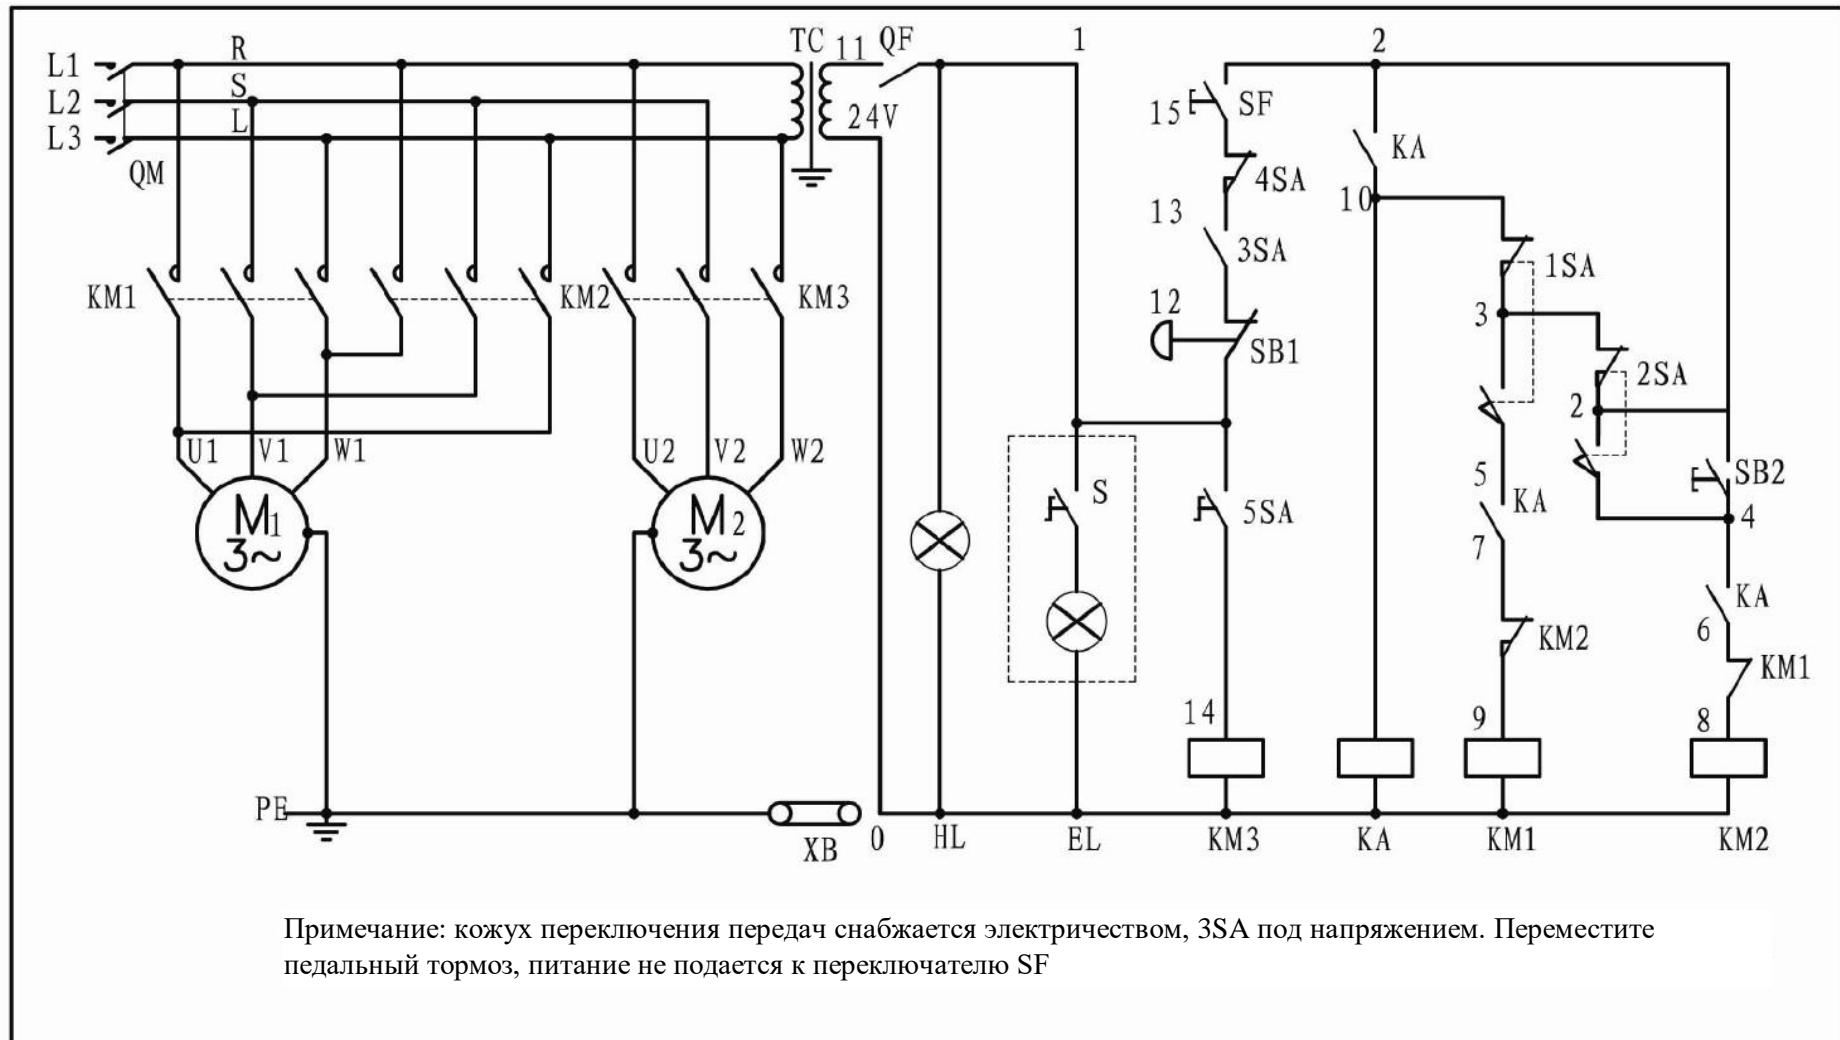

Рис. 12 Схема проводки 380 В – 440 В, 50 Гц, 60 Гц
- 1) 380 В – 400 В, 50 Гц, 60 Гц. Электрическую схему см. на Рис. 12 и таблицу 8 «Электрические компоненты».